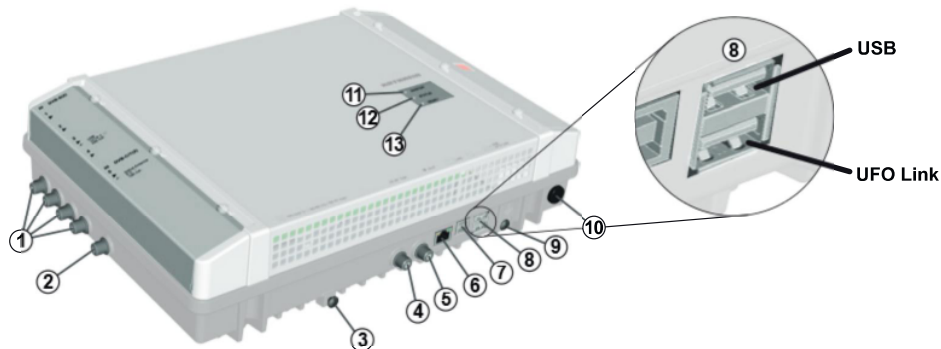

Fig. 1: Éléments constitutifs
1. Raccordez une ligne de compensation du potentiel (Cu, $\geq 4 \text{ mm}^2$) à la vis de mise à la terre ; voir ⑨ sur la Fig. 1, p. 3.